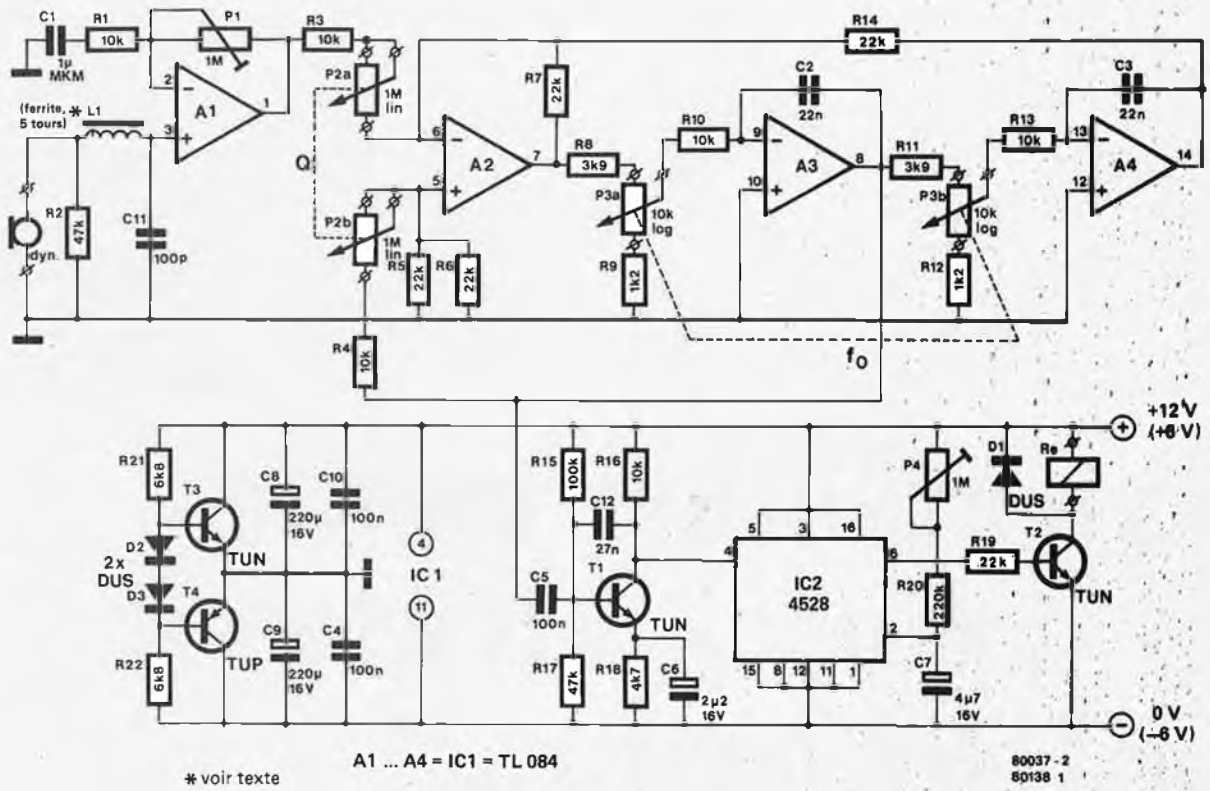
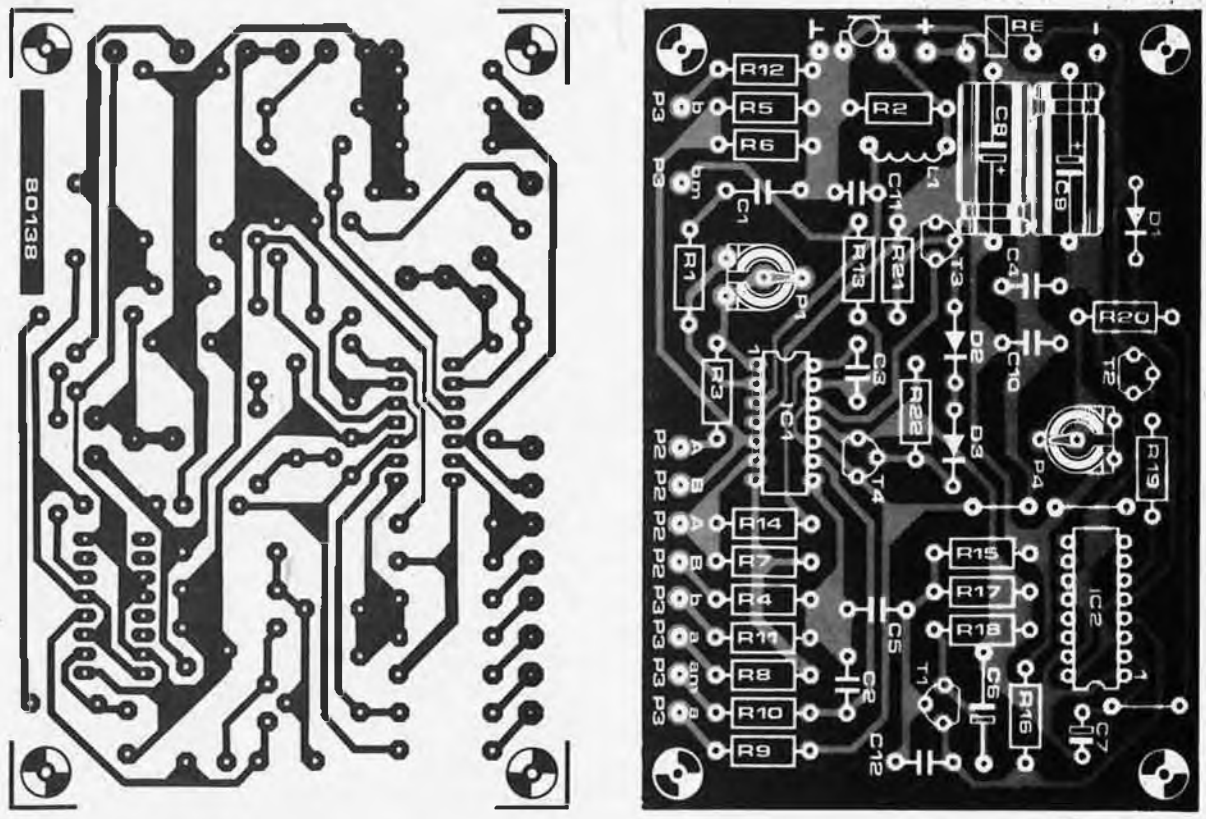

Figure 1. Schéma de l'interrupteur commandé par la voix.
Figure 2. Implantation des composants sur le circuit imprimé du VOX.
L'implantation des composants apparaît sur la figure 2. Elle regroupe tous les composants de la figure 1, à l'exception des deux potentiomètres doubles, du relais et du microphone. Pour une description plus détaillée du VOX, nous conseillons à nos lecteurs de se reporter à l'article paru dans notre numéro de février 80.
Deux multiplexeurs, IC1 et IC2 (figure 1), constituent le "centre nerveux" du circuit d'extension. Suivant l'état (logique) de l'entrée de sélection (Select Input), l'information présente sur l'un des deux groupes d'entrées est transférée aux sorties des multiplexeurs ou non. Les lignes de données envoyées par le clavier et celles provenant des mémoires sont reliées à un groupe d'entrées à part. Lorsque l'entrée de sélection passe à l'état bas, les données issues du clavier sont transférées aux sorties des multiplexeurs, mais lorsqu'elle est portée à l'état haut, ce sont les données en provenance des mémoires qui y sont transférées. Pour pouvoir "stocker" le contenu des mémoires, il
Lorsque le bouton START de mise en route est appuyé (bouton S1 de la figure 1), la sortie  $\bar{Q}$  de la bascule FF1 passe à l'état haut, et le signal d'écriture en mémoire (WRITE) est inhibé par la porte N4. Si l'une des touches du clavier ASCII est enfoncée, en particulier la touche d'espacement ou une touche de commande, une impulsion STROBE (KS) est générée. Le changement d'état de cette impulsion introduit les données du clavier dans l'UART sous forme parallèle. La fermeture de l'interrupteur S1 de la figure 2 provoque le transfert de cette information de la partie émission de l'UART à sa partie réception, sous forme série.
4. Relier les points A1, A2, B1, B2, C1 et C2 de la figure 1 aux points correspondants A1, A2, B1, B2, C1 et C2 de la figure 2.
5. Relier la broche 27 de IC10 (RP) de la figure 2 au point de la figure 1 repéré par RP.
- broche 3 de IC1 de la figure 1 au point M0 (IC6) de la figure 2
- broche 6 de IC1 de la figure 1 au point M1 (IC5) de la figure 2
- broche 10 de IC1 de la figure 1 au point M2 (IC4) de la figure 2
- broche 13 de IC1 de la figure 1 au point M3 (IC3) de la figure 2
- broche 3 de IC2 de la figure 1 au point M4 (IC2) de la figure 2
- broche 6 de IC2 de la figure 1 au point M6 (IC1) de la figure 2
7. Supprimer les connexions aux points KB0...KB6 entre le clavier et IC8 sur la figure 2 et les brancher comme suit:
8. Enfin, relier les sorties des multiplexeurs de la figure 1 à l'UART (IC8) de la figure 2, en procédant comme suit:
Les sections d'alimentation à basse tension sont présentées à la figure 2. Les alimentations ± 15 volts des préamplis Y, des commutateurs électroniques et des amplificateurs de base de temps et d'extinction proviennent de l'enroule-
Figures 2 et 3. Alimentations stabilisées de l'Elektroscope.
Figures 2 et 3. Alimentations stabilisées de l'Elektorscope.